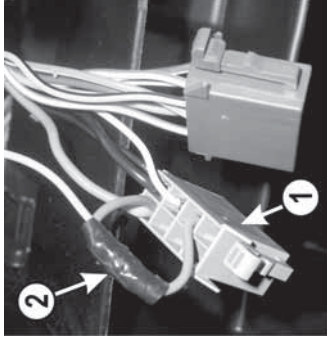

Рис.6 Колодка автомагнитолы
3.1.9 Отсоедините серую колодку автомагнитолы (поз.1, рис.6):
а. Снимите часть изоляции (примерно 5 - 7мм) с розового провода (поз.2, рис.6), подходящего к 4-му контакту серой колодки автомагнитолы.